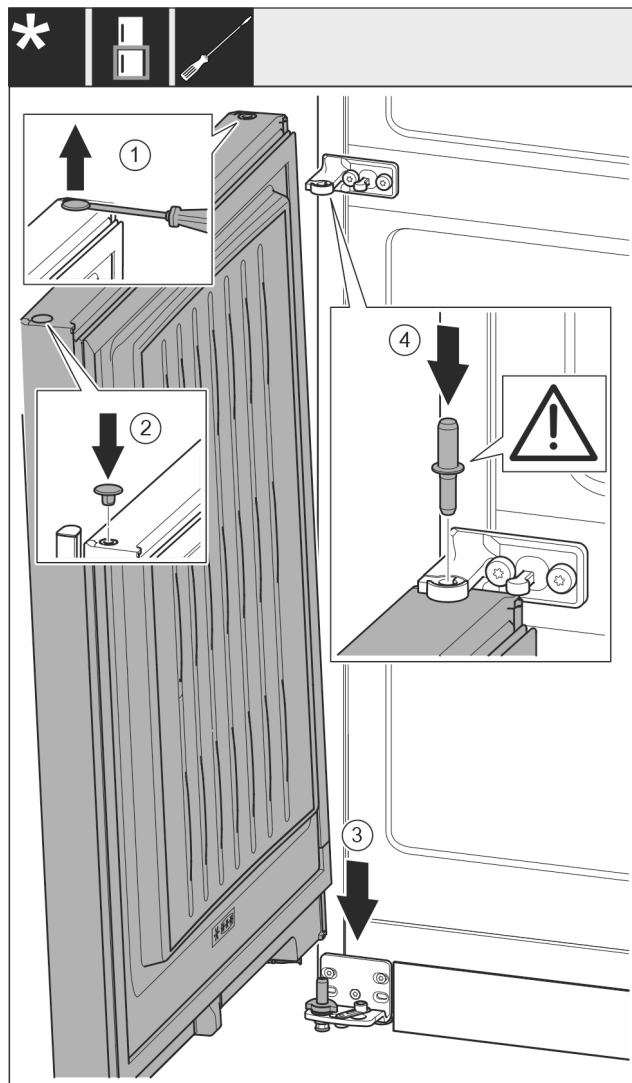

Fig. 29
- ▶ Zátku opatrně nadzvedněte plochým šroubovákem a vytáhněte. Fig. 29 (1)
- ▶ Zátku opět vložte na druhé straně dveří. Fig. 29 (2)
- ▶ Dveře nasadte shora na dolní ložiskový čep. Fig. 29 (3)
- ▶ Prostřední ložiskový čep vložte do dolních dveří přes prostřední stojan ložiska. Přitom dávejte pozor, aby zajišťovací vačka směřovala dozadu. Fig. 29 (4)